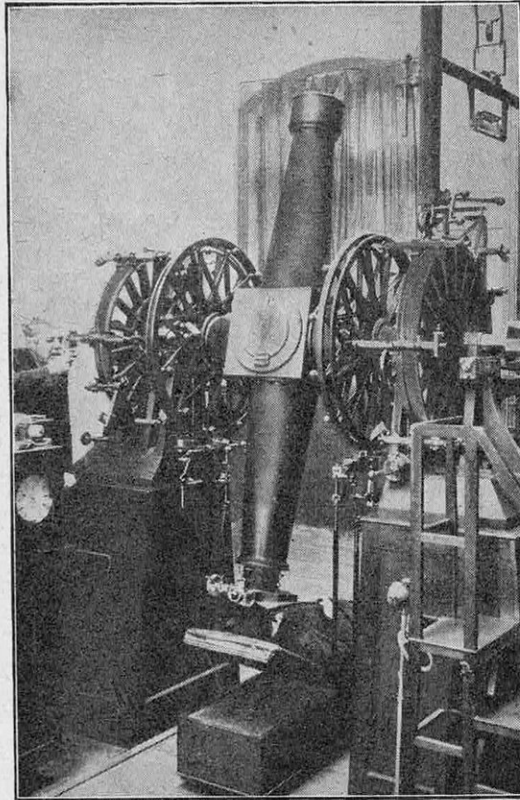

FIG. 2. — LA GRANDE LUNETTE MÉRIDIENNE DE L'OBSERVATOIRE DE BESANÇON
conséquent, corrigées ; la seule méthode utilisable consiste, après avoir choisi les horloges dont la marche est la plus régulière, à les remettre périodiquement à l'heure vraie : celle-ci est déterminée en observant, à la lunette méridienne (1) (fig. 2) le passage au méridien d'un certain nombre d'étoiles, choisies pour la régularité de leur marche et la précision de leur pointé, qu'on nomme, pour cette raison, *étoiles horaires* ; on s'adresse de préférence à celles qui tra-